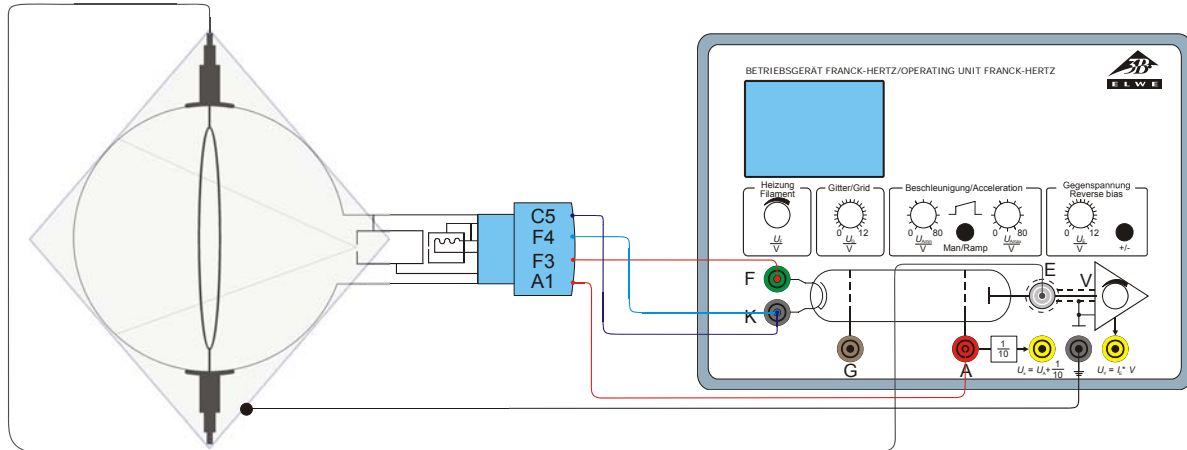

Fig. 5 Montagem do experimento com o aparelho para o experimento de Franck-Hertz
- Conectar a tomada F3 do suporte de tubos à tomada F do aparelho para o experimento de Franck-Hertz e conectar a tomada F4 com a tomada K. (vide Fig. 5)